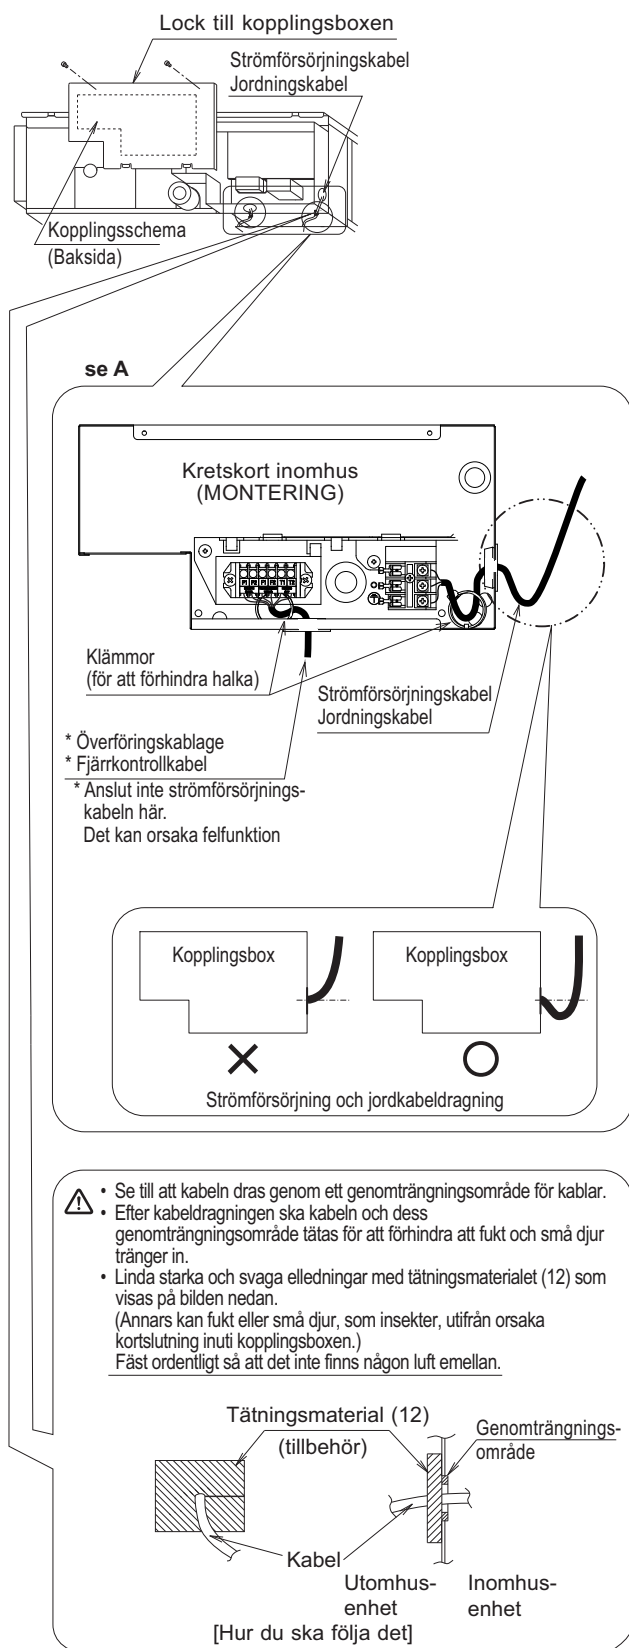

Bild 17
Fäst kablarna noga med klämmorna (9) (10) enligt bild 17 så att inte kabelanslutningarna utsätts för belastning.
- Dra endast ledningarna när reglerboxens lucka tagits bort, enligt bild 17, se bild A.